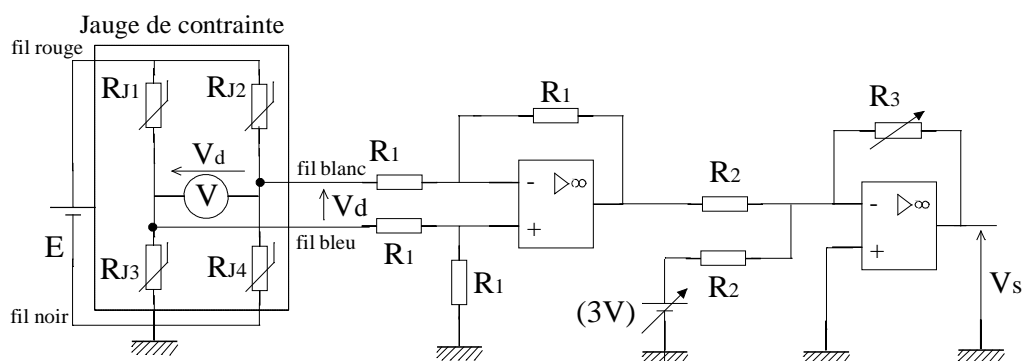

Figure 38 Jauge de contrainte avec amplificateur différentiel
**b)** Appliquer une force  $F$  d'intensité connue sur le capteur en suspendant des masses marquées et tracer le graphe donnant les variations de  $V_d$  en fonction de  $F$ . Pour augmenter la sensibilité du montage on peut utiliser le montage de la Figure 38. avec  $R_1 = 100\text{ k}\Omega$ ,  $R_2 = 10\text{ k}\Omega$  et  $R_3$  (résistance réglable)  $= 200\text{ k}\Omega$ . La valeur de  $R_1$  est élevée car les résistances d'entrée de l'amplificateur différentiel doivent être suffisamment élevées afin de ne pas perturber le pont de Wheatstone formé par les quatre jauges.